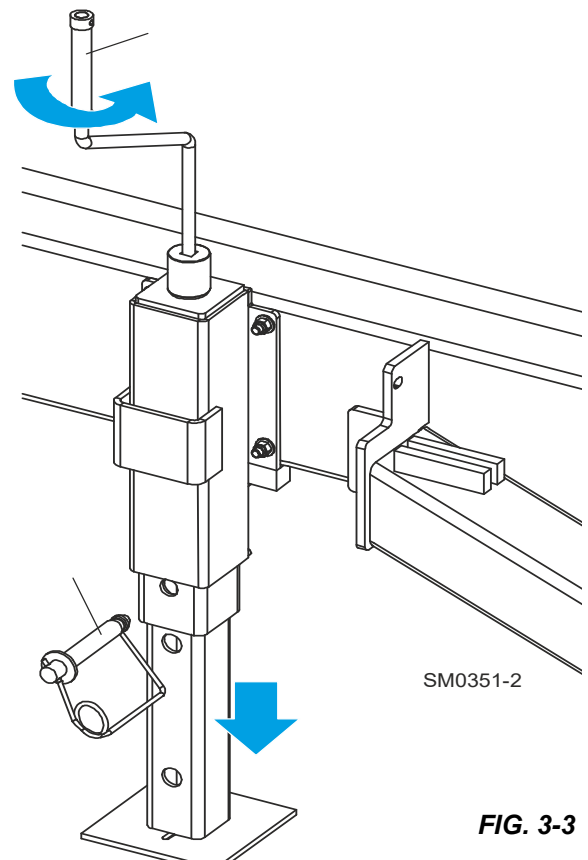

FIG. 3-3
- 1). Retirez la goupille de verrouillage et réglez le pied vers le bas. Voir Figure 3-3